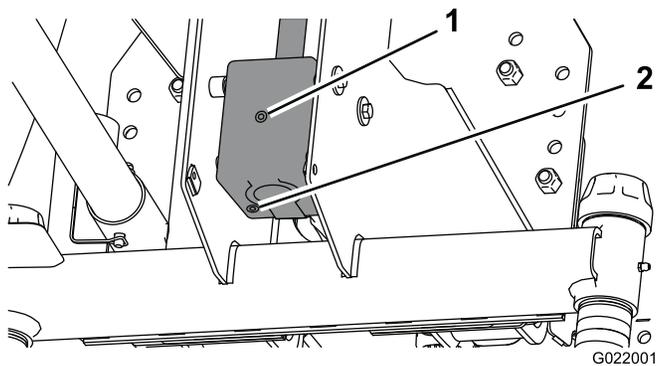

図 25
4. ギアボックスの側面にある点検・補給プラグを外す(図 25)。